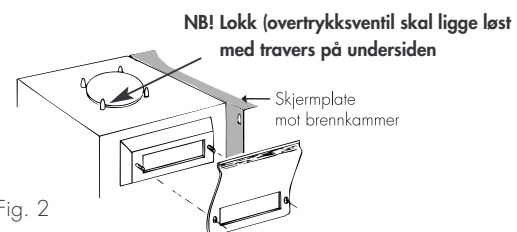

Fig. 2
- A. Flensen som er med i monteringssettet settes inn på pinneskruene ved brennkammerets røykuttak (se fig. 2).